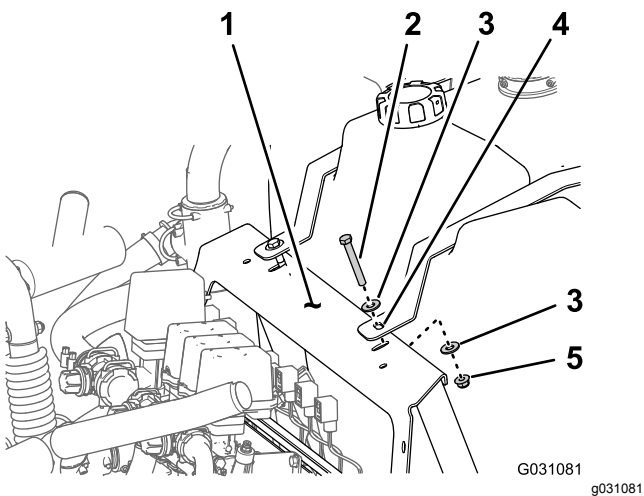

图 98
- A. 卸下将冲洗水箱箍带固定至歧管安装架的螺栓 3/8 x 2 3/4 英寸、凸缘锁紧螺母 3/8 英寸和垫圈 3/8 英寸 图 98。